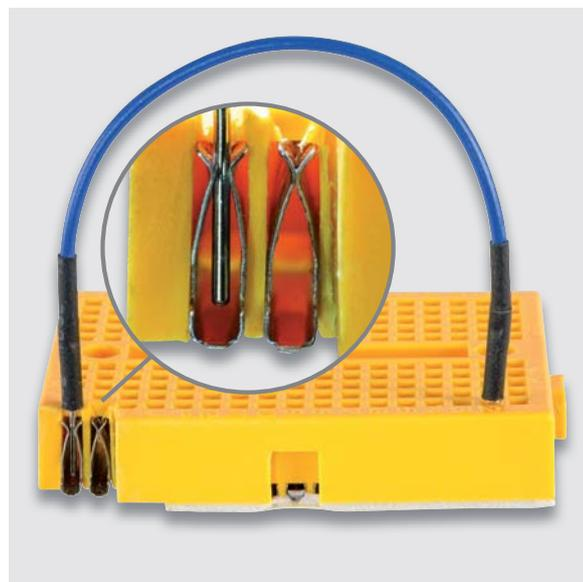

Bild 1: Die Buchsenkontakte eines Steckboards im Detail
Mit dem hier vorgestellten Bausatz MEXB-Prototypenplatine 1 lassen sich Schaltungen mit einem hohen Strombedarf auf eine dafür vorgesehene Lochrasterplatine auslagern. Steckboards eignen sich hervorragend, um Schaltungen im Prototypenstatus aufzubauen und anschließend zu testen. Leider sind diese Breadboards nicht für hohe Ströme ausgelegt. Dies liegt an den doch sehr filigranen Kontakten, wie man in Bild 1 gut erkennen kann.
- Eine passende Trägerplatte aus Acrylkunststoff sorgt für die nötige Stabilität und schützt die Leiterbahnseite vor Berührungen bzw. verhindert Kurzschlüsse durch andere metallische Teile (Bild 1).
- Durch Aufbringen einer selbstklebenden Magnetfolie kann eine Kompatibilität zum MEXB-System (siehe Titelbild) hergestellt werden. Module (Steckboards usw.) können somit frei auf der metallischen Grundplatte [1] positioniert werden (Bild 1).